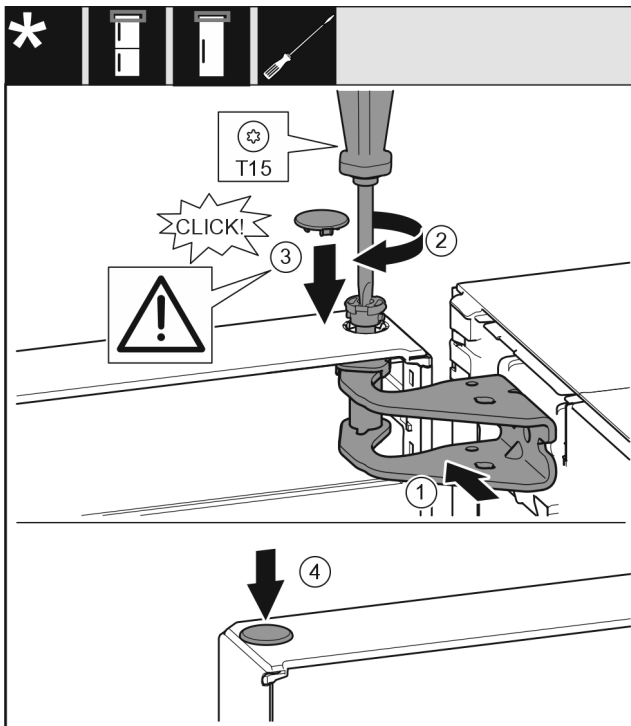

Fig. 21
- ▶ Rikta in dörren upptill så att den passar öppningen i lagerbocken. Fig. 21 (1)
- ▶ Sätt i bulten och skruva fast den med en torxskruvmejsel T15. Fig. 21 (2)
- ▶ Montera blindpluggen för dörrens låsbult: Sätt in blindpluggen och kontrollera att den är i jämnhöjd med dörren. Annars ska bulten sättas in helt. Fig. 21 (3)
- ▶ Sätt i pluggen. Fig. 21 (4)